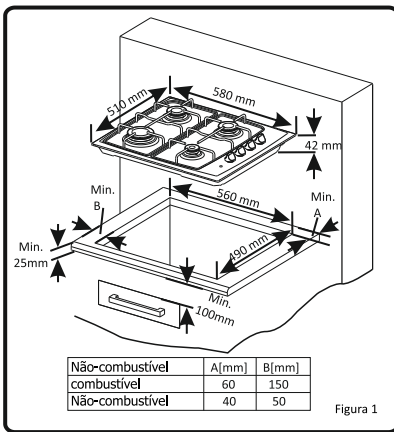

Figura 1
- Cortar as dimensões da abertura conforme indicado na Figura 1. Localizar a abertura na bancada de trabalho de modo que depois de instalada a placa estejam garantidos os seguintes requisitos;